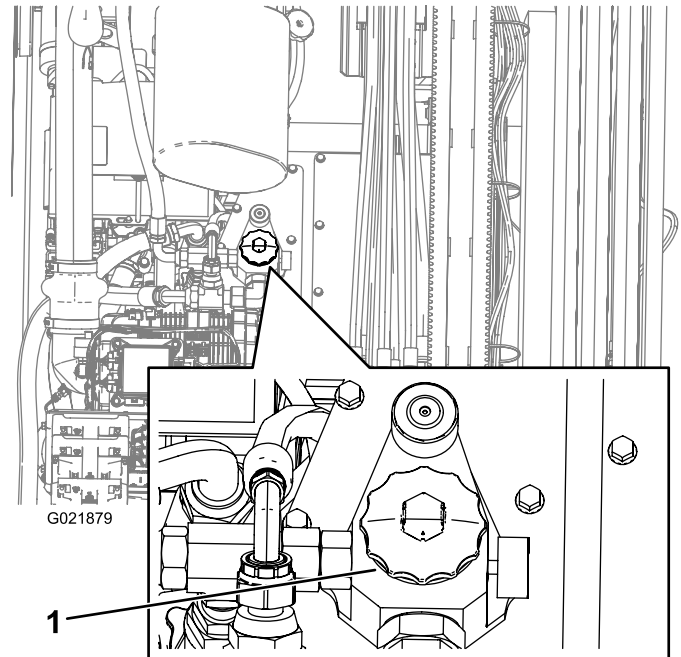

Figura 145
4. Abra el tapón del depósito hidráulico (Figura 145).
10. Coloque un recipiente debajo del filtro y retire el filtro (Figura 145).